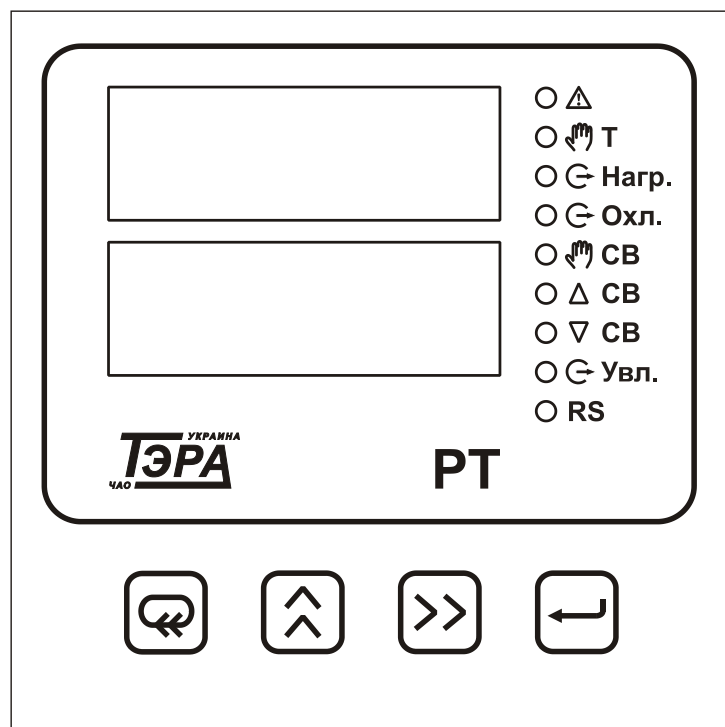

Рисунок 3.2 – Передняя панель прибора
3.2.2 На лицевой панели прибора (рисунок 3.2) расположены два семисегментных четырёхразрядных индикатора, служащих для отображения символно-цифровой информации, единичные светодиодные индикаторы для индикации выхода параметров за допустимые пределы и неисправности датчиков, а также четыре кнопки управления.